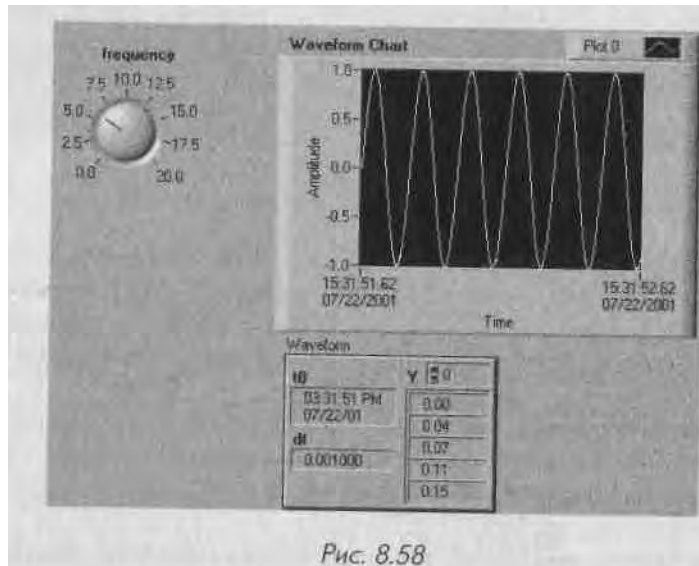

Рис. 8.58
2. Поместите на лицевой панели круглый элемент управления (из палитры **Числовые**) и элементы отображения графика и осциллограммы. Назовите ручку управления **Частота**. Общий вид показан на рис. 8.58.